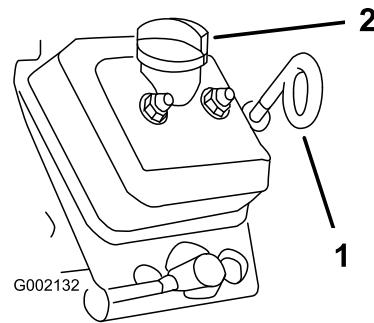

Figura 35
5. Utilice un trapo para limpiar alrededor de la varilla de aceite y el tapón de llenado (Figura 35) para impedir que caiga suciedad por el
6. Retire la varilla y límpiela con un trapo (Figura 35).
7. Deslice la varilla en el tubo y asegúrese de que entre a fondo (Figura 35).
10. Coloque el tapón de llenado (Figura 35).
11. Instale la varilla de aceite y asiéntela firmemente (Figura 35).